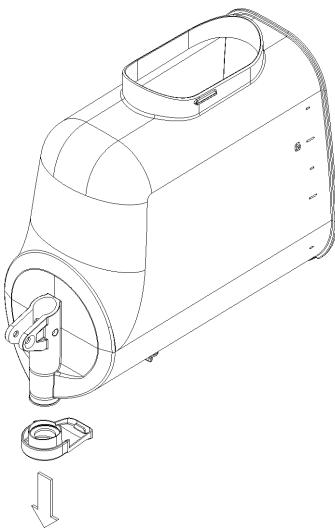

Bild 15
- 7 Den Durchflussbegrenzer des Behälters entfernen (Bild 15).
3 Den Zapfhahn gegenteilig zum Ausbau in (Bild 15) wieder am Behälter montieren.
5 Den Durchflussbegrenzer des Behälters entfernen (Bild 15).